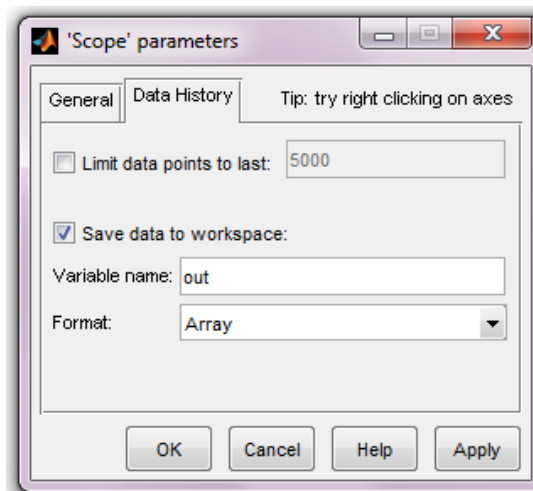

Fig.17. Fereastra de dialog a butonului Parameters.
- al doilea buton din stânga este butonul *Parameters*, Fig.17. Prin folosirea setărilor indicate se poate obține reprezentarea grafică a datelor de ieșire într-o fereastră de tip *Figure* care va putea fi utilizată în redactarea unui document. Modul în care se poate face acest lucru va fi prezentat mai jos.